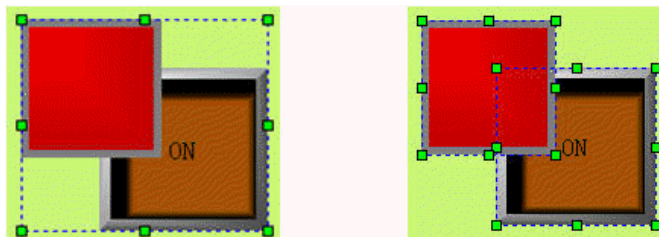

Рисунок 4-7 Разница до и после разделения
□ Выберите графический объект, объединенный с помощью команды "Assemble" и затем выберите команду "Disassemble" в меню Edit или кнопку разделения на панели инструментов или же вызовите контекстное меню и выберите команду «Disassemble» в опции Assemble. Рисунок 4-7 показывает разницу до и после разделения.
Данная команда используется для перемещения выбранного объекта на верхний слой поверх всех объектов на текущем экране. Таким образом, части другой графики, пересекающейся с этим объектом, будут покрыты им. Рисунок 4-7 показывает разницу до и после подобного перемещения.